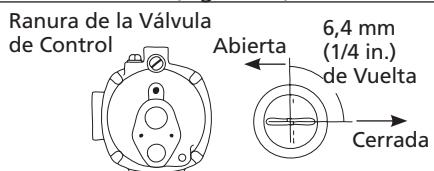

Figura 12 - Válvula de Control
NOTA: Cuando se use la bomba para pozos profundos con el eyector de chorro para pozos poco profundos que se ha acoplado con pernos, asegúrese de que la ranura de la válvula de control esté en posición vertical (abierta) en todo momento (Figura 12).
4. Cierre la valvula de control y abra un grifo que este cerca (Figura 12).